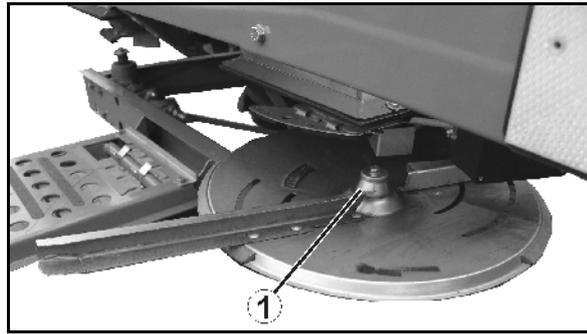

Fig. 59
1. Enlevez la vis à ailettes (Fig. 59/1).
2. Tournez le disque d'épandage pour que le trou de 8 mm de diamètre (Fig. 59) soit orienté vers le centre de la machine.